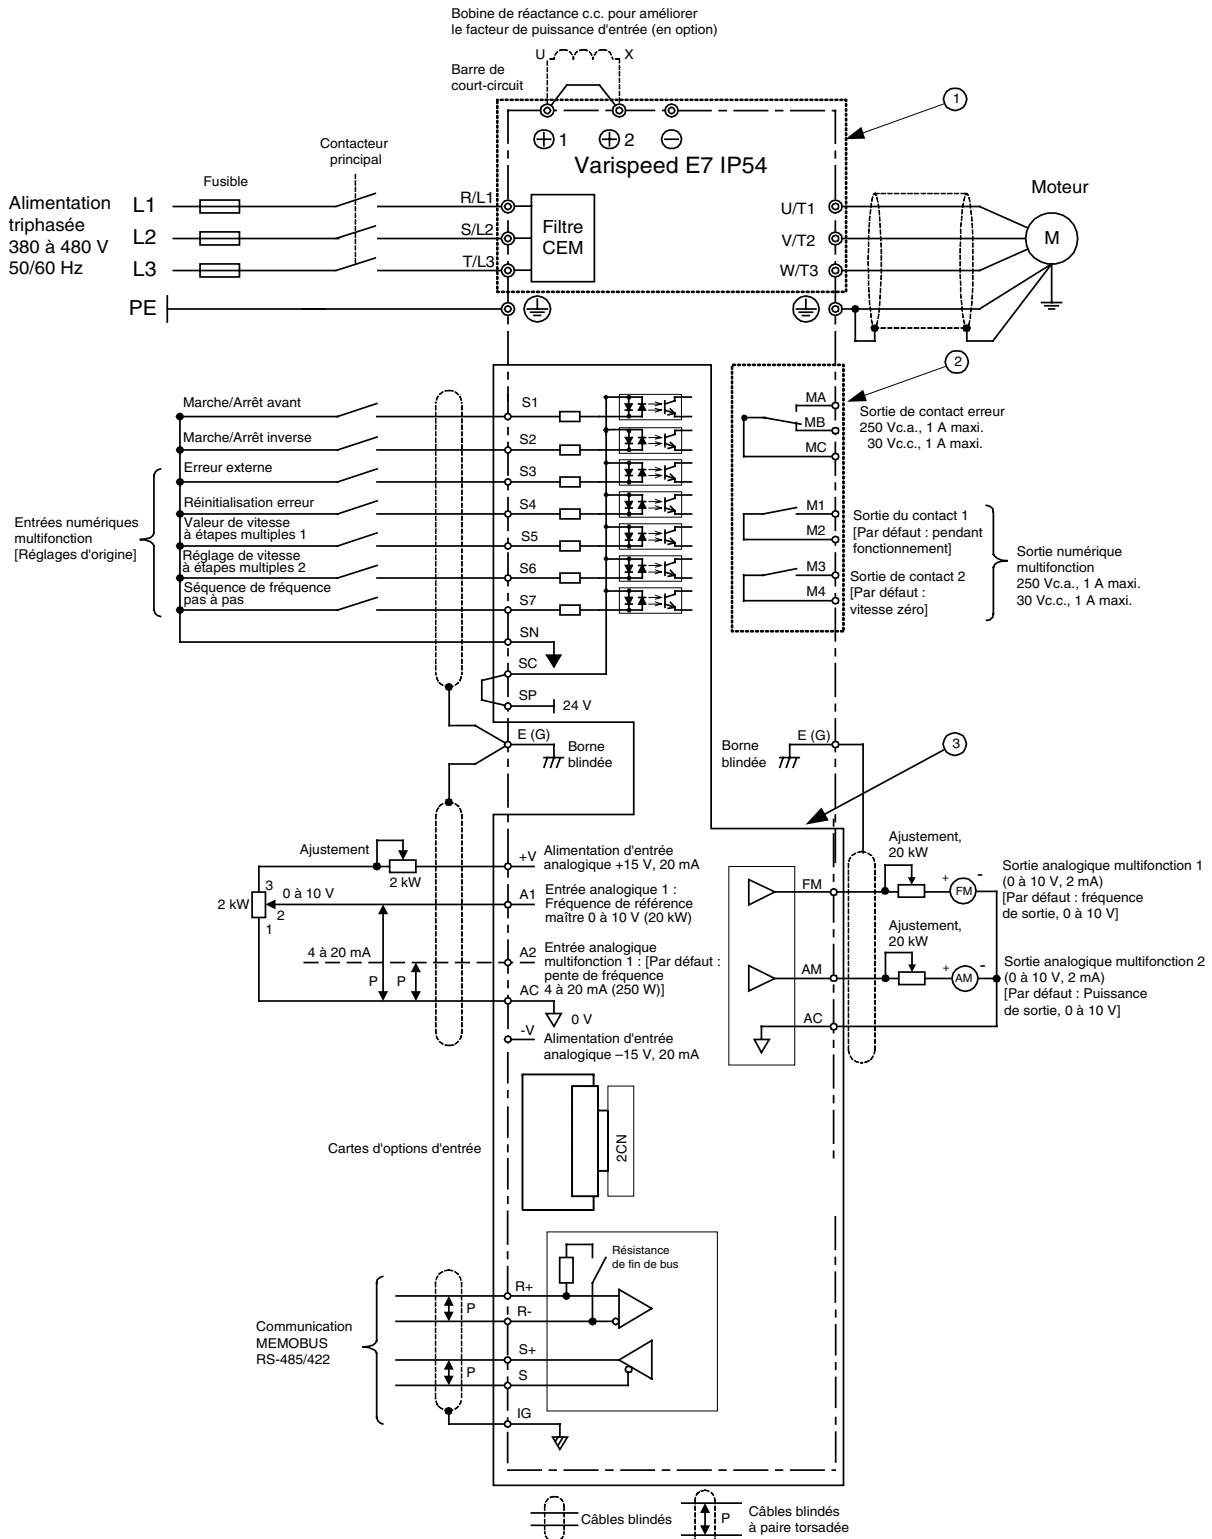

Fig. 2 Schéma de câblage
- Dans la Fig. 2, le câblage des entrées numériques S1 à S7 et BB est illustré pour le raccordement des contacts ou des transistors NPN (0 V commun et mode NPN). Il correspond au réglage par défaut. Se reporter au Tableau 3 pour les raccordements des transistors PNP ou en cas d'utilisation d'une alimentation externe de 24 V.